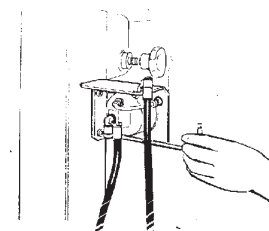

fig.41
- Collegare il **supporto manometro** al palo con le 2 viti in dotazione di M6 (fig.41)
- Connect the manometer holder to the column with the two M6 bolts supplied (fig.41).